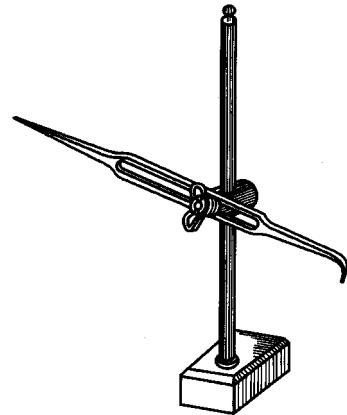

图 2-5 划线盘
(4) 划线盘 划线盘用来在划线平板上对工件进行划线或找正工件的加工位置，划线盘的直头端用来划线，弯头端常用于对工件加工位置的校正，如图 2-5 所示。